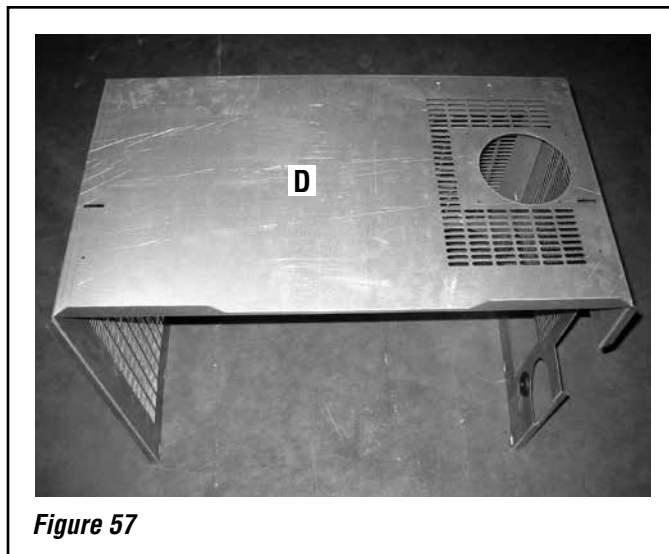

Figure 57
4. Installer la plaque supérieure D en la plaçant au-dessus des plaques A, B et C comme illustré à la **figure 57**. Trois trous sont percés en haut de la plaque et de chaque côté. Insérer les vis uniquement à gauche et à droite. Les trois trous restants sur la plaque D serviront à l'étape 7.